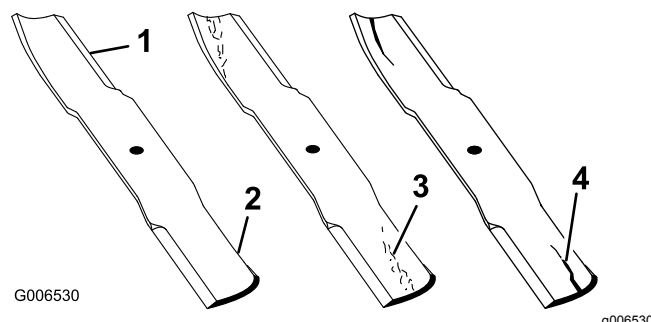

Figura 62
1. Controllate i taglienti (Figura 62).
4. Se notate incrinature, usura o scanalature in questa zona, montate immediatamente una nuova lama (Figura 62).